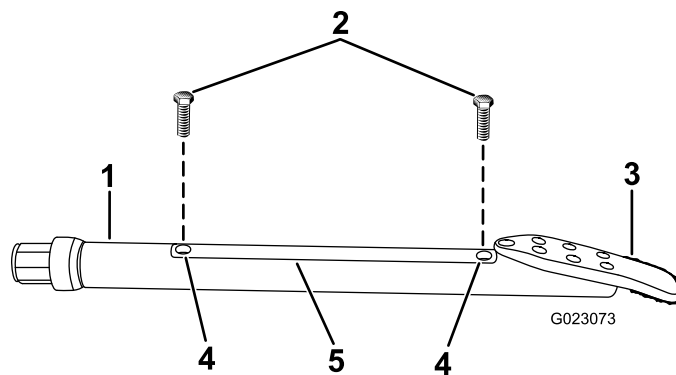

Рисунок 82
2. Ослабьте винты крепления крышки корпуса и снимите крышку (Рисунок 82)
4. Установите крышку корпуса и закрепите ее винтами (Рисунок 82).